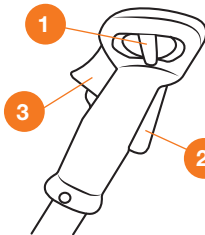

Рис. 13
- Удерживая клавиши **2** и **3** нажатыми, переведите выключатель зажигания **1** в крайнее правое положение «**I**» **START** (Рис. 13).